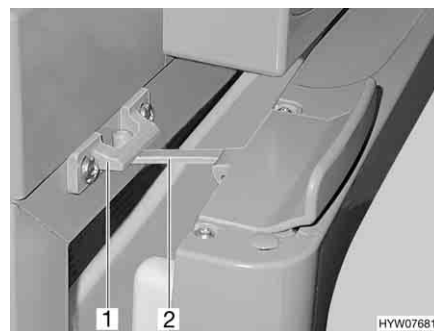

Fig. 148 Porta del frigorifero in posizione di ricircolo d'aria (Thetford)
- Aprire il bloccaggio (Fig. 148,2) e innestarlo nella sede di bloccaggio (Fig. 148,1). In questo modo la porta del frigorifero rimane ferma in posizione socchiusa.